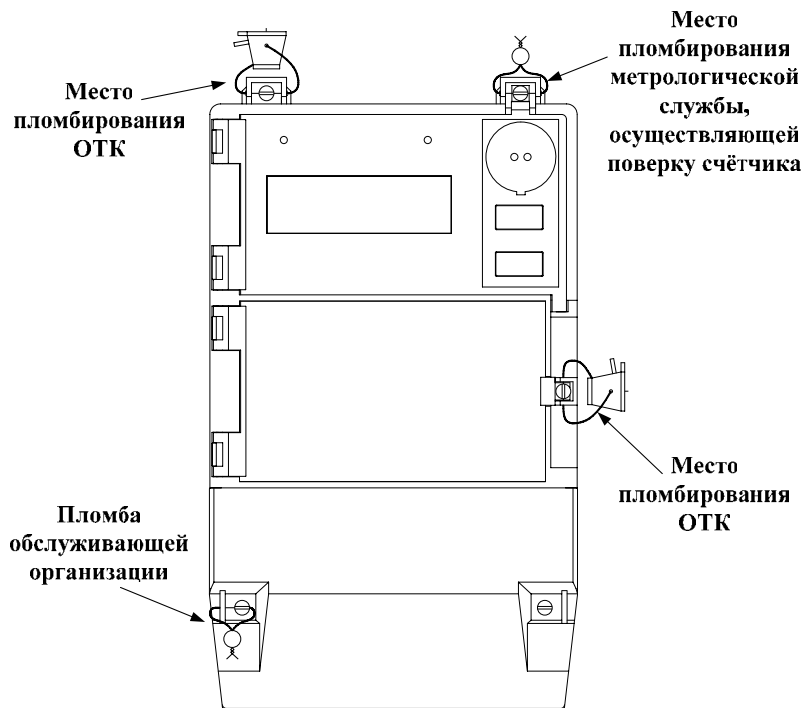

Рисунок 12.1
- снять пломбу защитной крышки контактной колодки, отвернуть два винта крепления и снять защитную крышку (Рисунок 12.1);